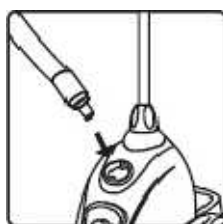
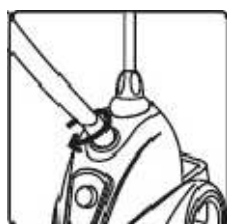

fig.8
fig.9
1. Atornille el tubo hasta el final de la base presionando al mismo tiempo.(fig.8 & fig.9)